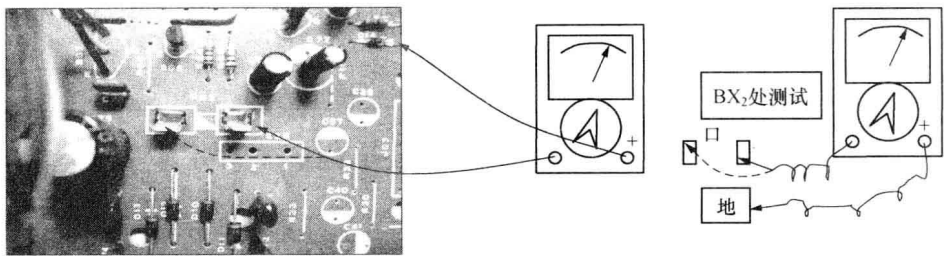

图 1-8 直流电阻检测
- 3) 有无短路检测：用万用表检测 BX_2 两端、 C_{80} 正极对地电阻，如图 1-8 所示。 BX_2 两端 $R_{左} > 15k\Omega$, $R_{右} = \infty$; C_{80} 正极对地电阻 $R > 1.5k\Omega$ 。